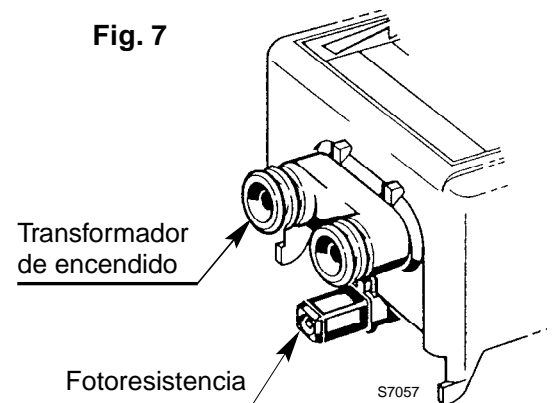

Fig. 7
ACCESO A LA FOTORESISTENCIA (ver fig. 7)
- Limpiar la fotoresistencia, (fig. 7, pág. 4).